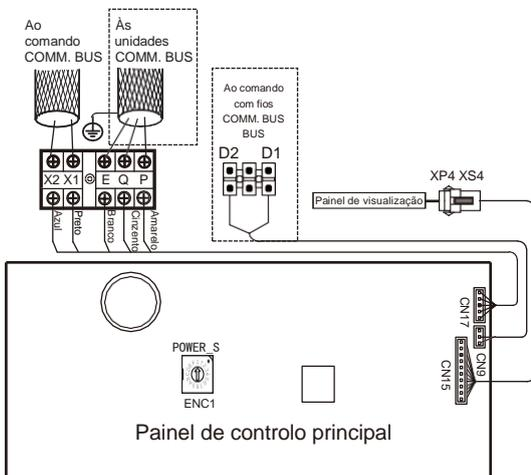

Figura 6.10
- As entradas X1/X2, D1/D2 nos lados da placa de controlo principal e a porta de comunicação unidirecional (lado do painel de visualização) são para diferentes tipos de comandos com fios (ver Figura 6.10).